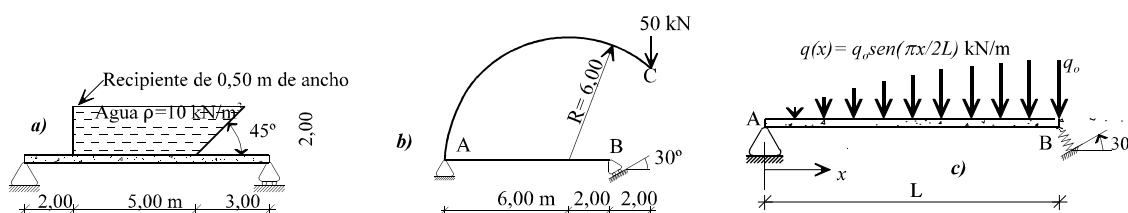

Figura 1
1) Dibujar sendos croquis con las reacciones acotadas en magnitud y sentido para las vigas de la figura 1. Para la viga 1c, calcular el error cometido al reemplazar la función senoidal con una parábola de  $2^\circ$  grado.